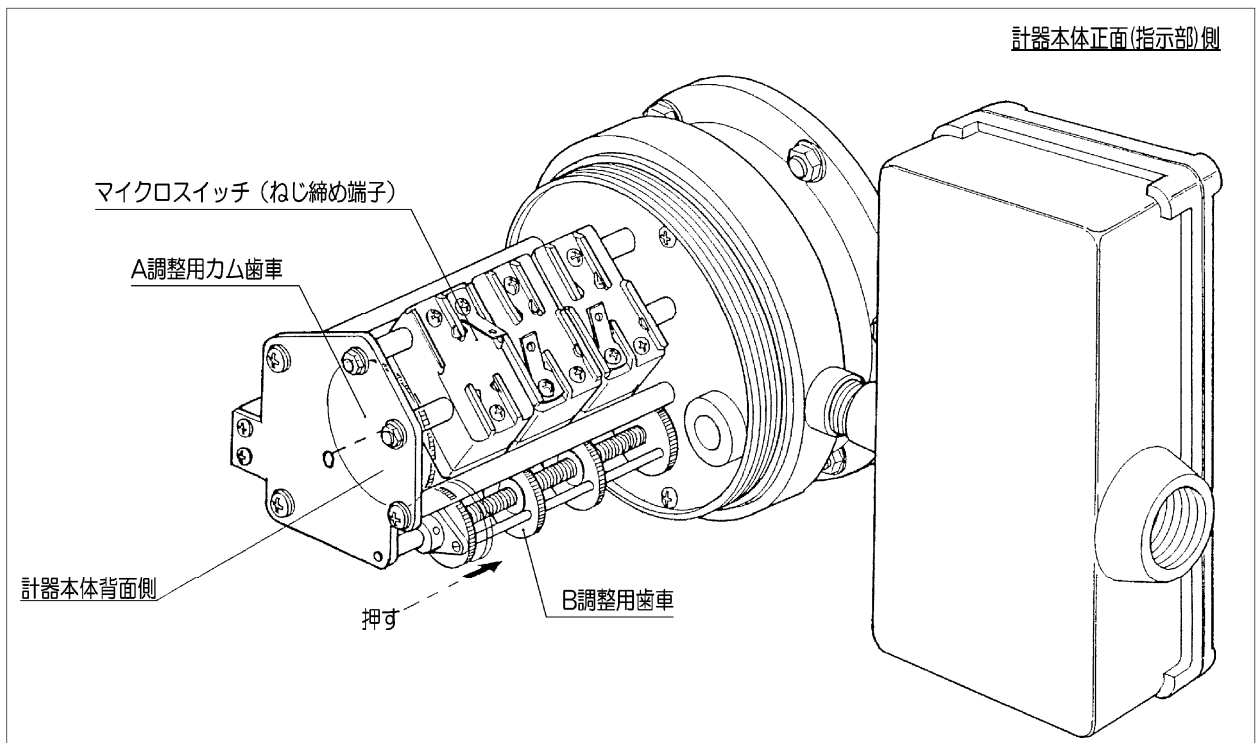

図 11.XT 接点の調整
- 6.3.2. 計器背面に正対し、計器本体背面の発信器カバーを外します。発信器に組み付いているマイクロスイッチに貼付されている接点識別で調整する部分を確認し、B 調整用歯車を矢印方向に押しして A 調整用カム歯車との噛み合いを解除してカムが手動で操作可能な状態にします。（図 11.）